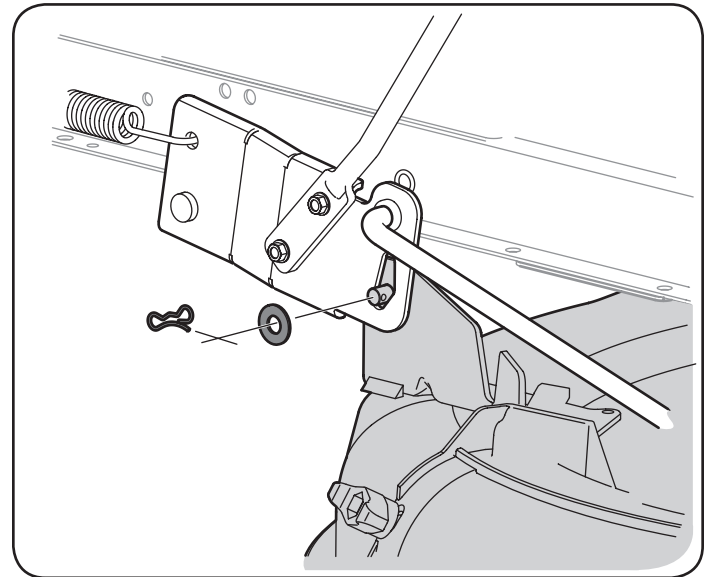

Figura 32
4. Extraiga el pasador de chaveta con unión curva y la arandela plana del conjunto de elevación de la plataforma y guárdelo para volver a colocarlo posteriormente. Vea la Figura 32.